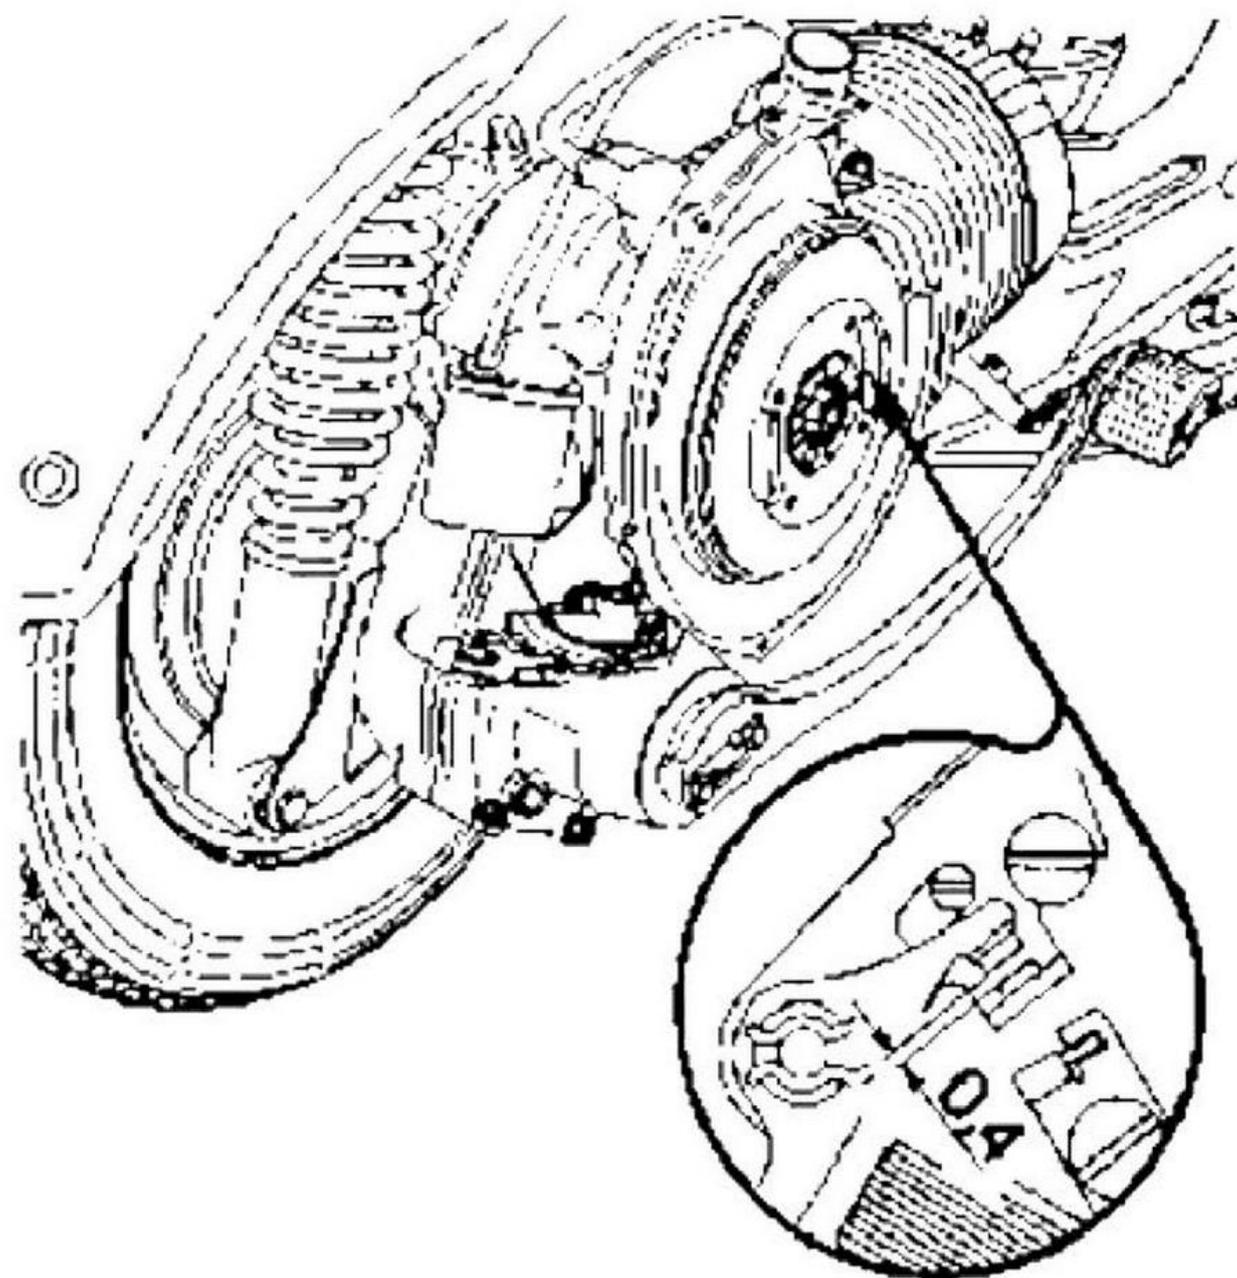

Fig. 14 - Registrazione puntina del ruttore
5) - Registrare (0,4 mm.) e pulire le puntine platinato del volano magnete (vedi fig. 14).